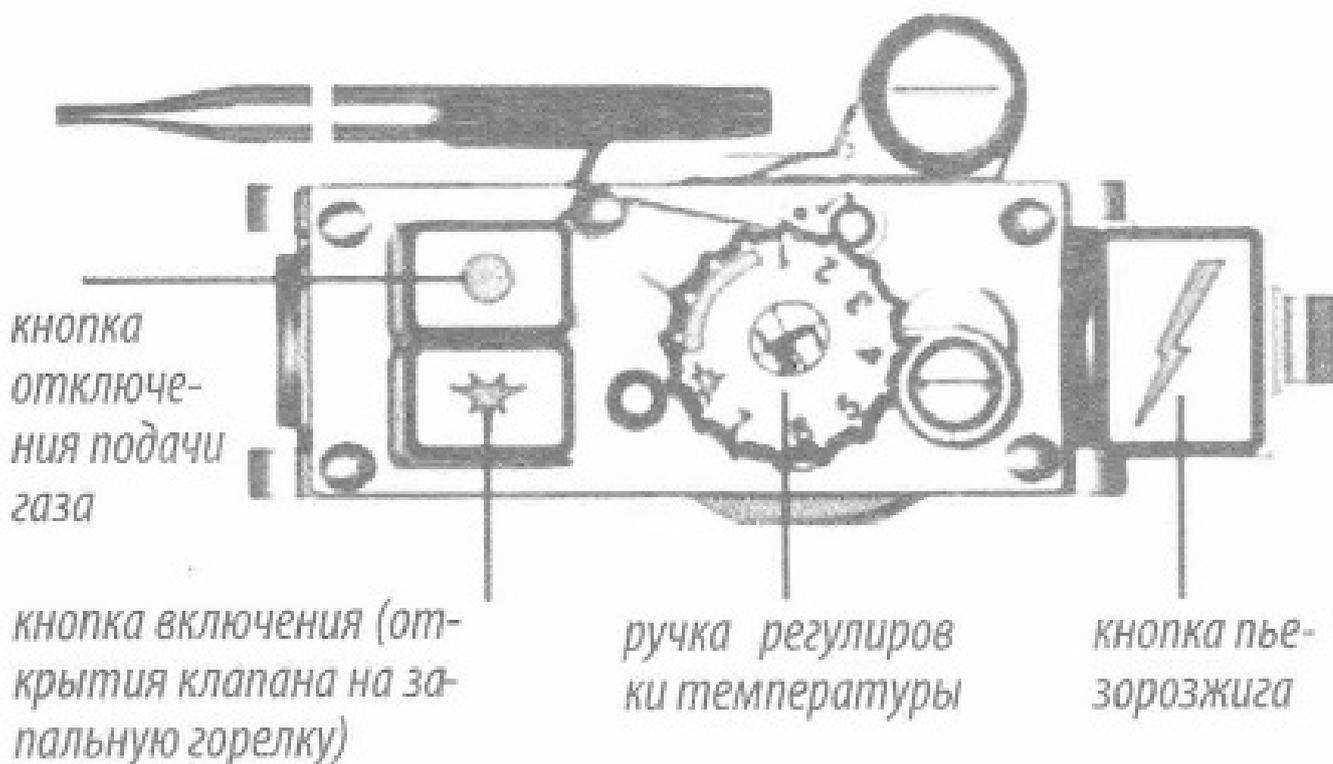

Рис. 9. Элементы управления КОВ «STRATTOS» 20-30 кВт..
- 8.3.1. Установить ручку задания температуры по часовой стрелке в положение «Отключено» (см. рис.9).